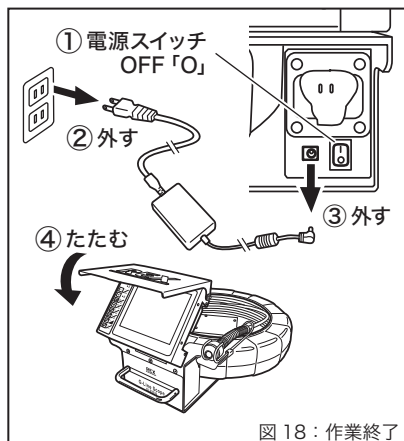

図 18：作業終了
8. 作業終了 (図18)
- ①電源スイッチを必ず「O」(OFF)にします。
- ②ACアダプターをコンセントから外し、
- ③本体からも取り外してください。
- ④液晶モニターとフードを畳んでください。